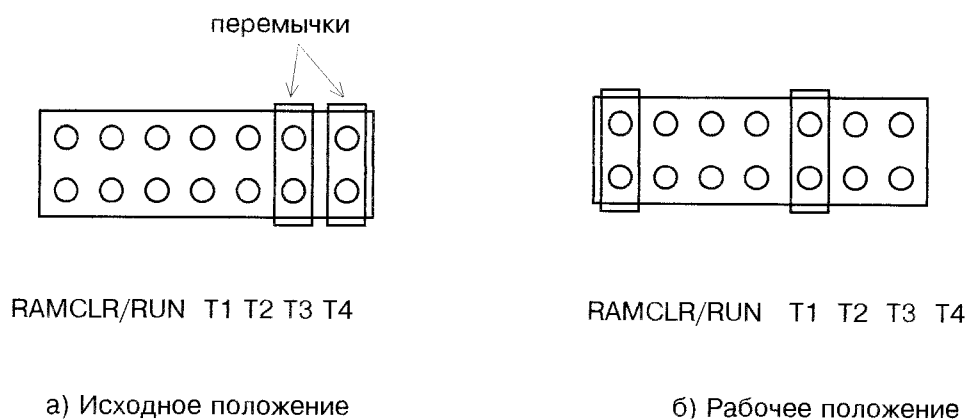

Рис.15. Установка переключек режима.
5.3. Убедитесь, что переключатели режима установлены в исходное состояние в соответствии с рис.15а.
5.7. Не выключая системы, установить переключки режима в рабочее положение (см.рис.15б), вначале RAMCLR/RUN, затем T4. В этом состоянии происходит инициализация системы и установка пользовательских данных по умолчанию. По окончании инициализации мерцающее свечение светодиода LED0 сигнализирует о нормальной работе CPU.